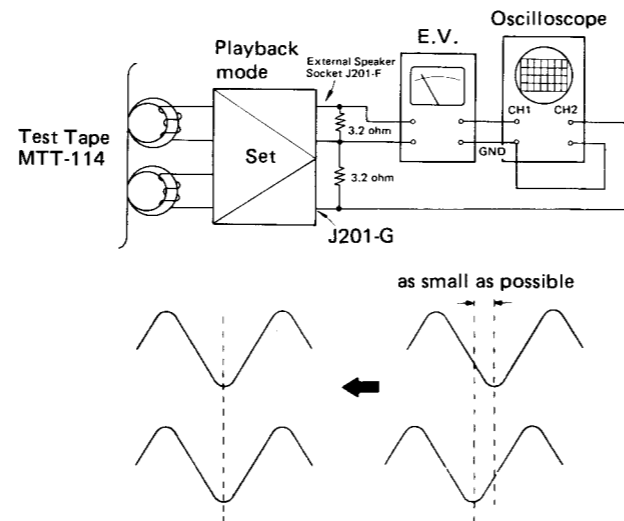

Figure 9-4
1. Make Connection of instruments as shown in Fig. 9-4.
1. Die Instrumente gemäß Abb. 9-4 anschließen.
1. Brancher les instruments comme le montre la Fig. 9-4.